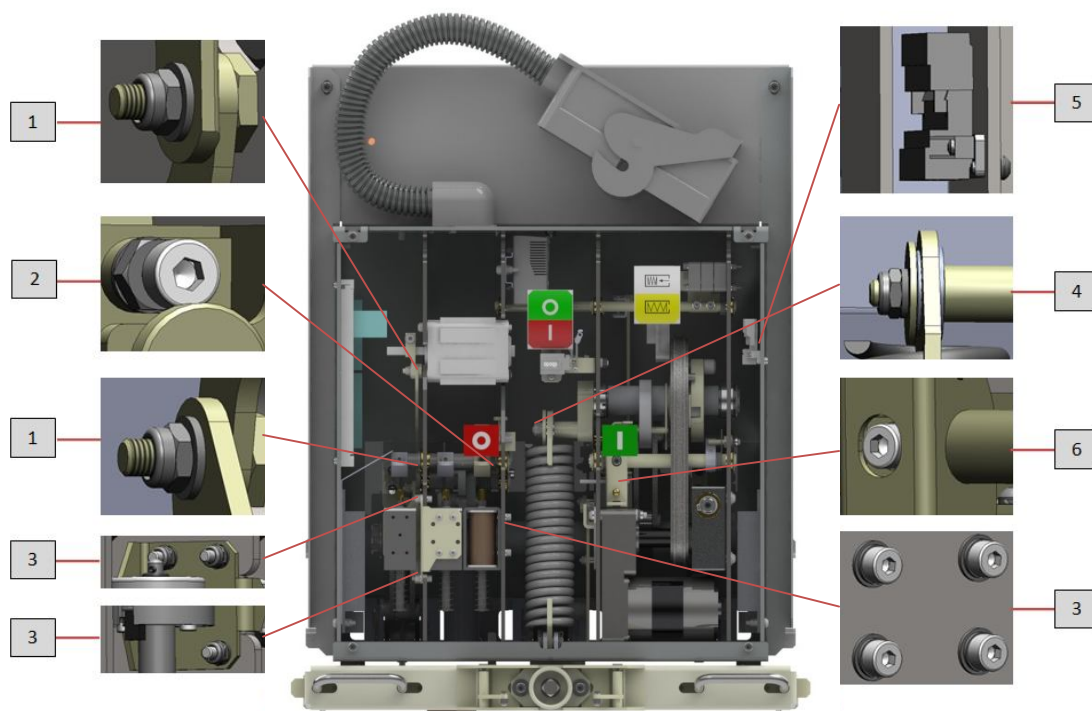

Рис. 18 Места подтяжки крепежа в приводе выключателя: обозначения см. табл. 16
- проверку затяжки винтов и гаек, при необходимости – подтяжку согласно рис. 18 и табл. 13;